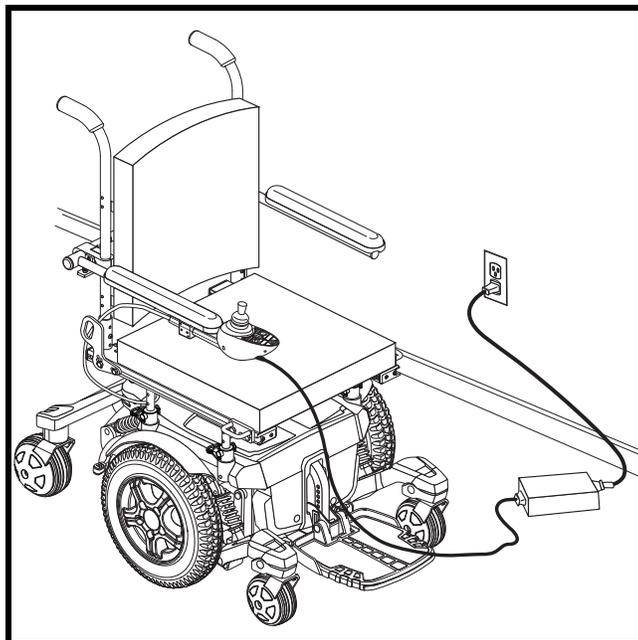

Figure 26. Recharge des batteries
3. Branchez le connecteur à 3-fiches du câble du chargeur externe dans le réceptacle de programmation/chargeur sur le contrôleur. **Voir la figure 26.**